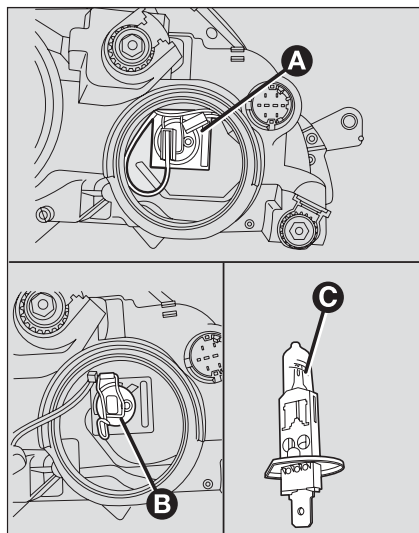

fig. 19
LUCI ANABBAGLIANTI fig. 19
- ☐ scollegare il connettore elettrico A-fig. 19;